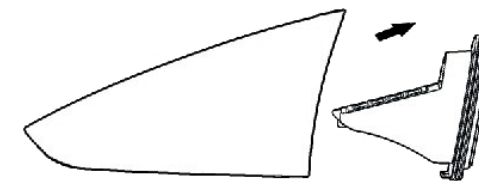

Abbildung 6
- Entnehmen Sie die Filtergruppe aus dem Staubbehälter (Abbildung 6).